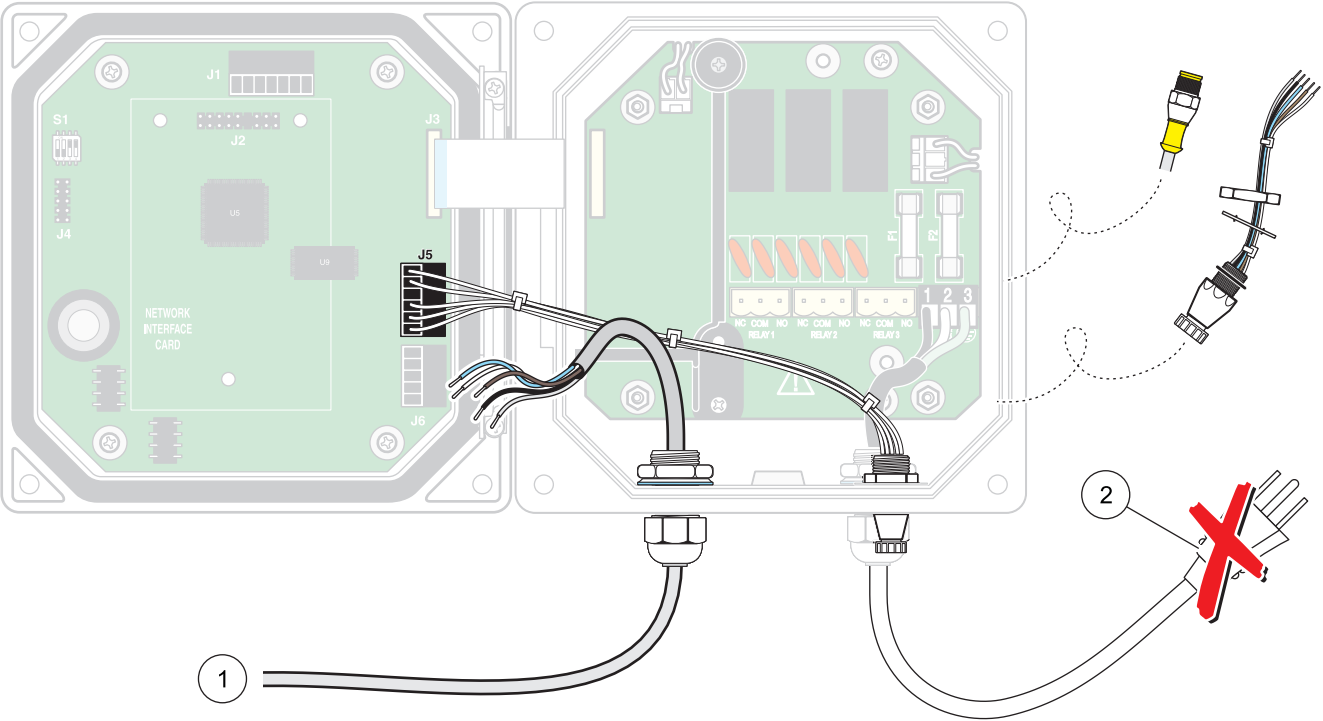

图 14 用硬接线连接 SS7 sc
3. 断开并拆除快速接头和接线板 J5 之间现有的电线（图 14）。
10. 按 表 1 和图 14 中的描述接线。